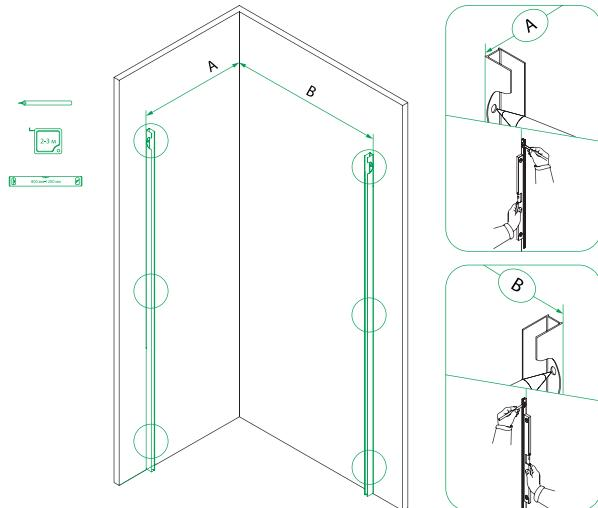
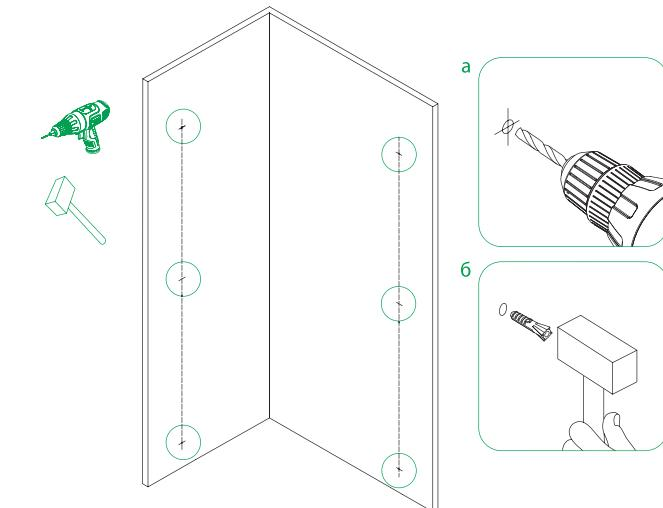

Рис. 6/6-сур.
Рис. 7/7-сур.
3. Приложите пристенные профили к стене, выровняйте по уровню и произведите разметку отверстий для шурупов (рис. 6). Просверлите отверстия (рис. 7-а) и вставьте дюбели, как показано на рисунке рис. 7-б.